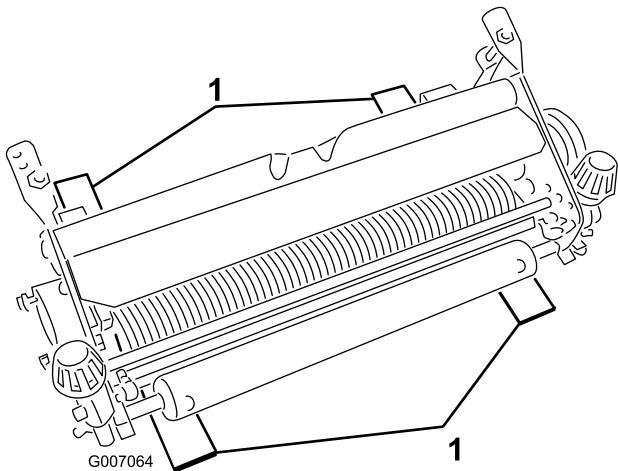

Figure 3
2. Legen Sie vier Messlehren mit der gewünschten Bodeneindringung des Messers unter die vordere Rolle und die Hinterräder des Vertikutiergerätes (Figure 3).